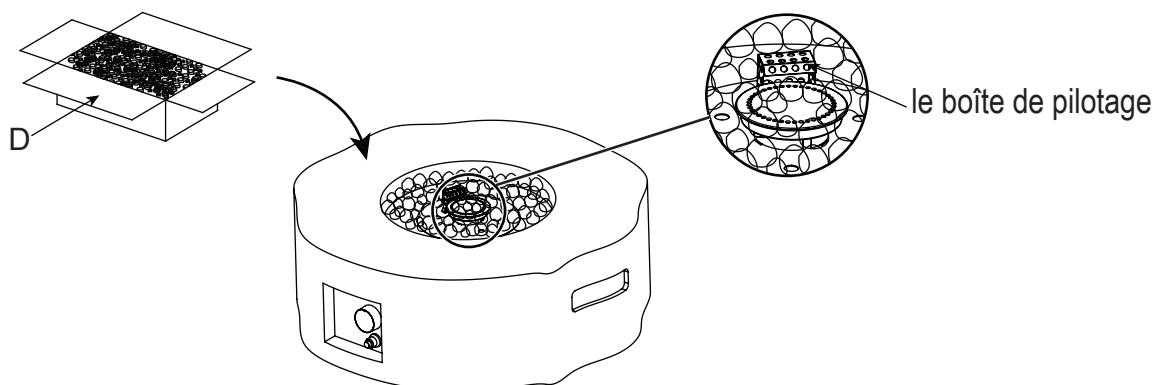

Figure 2
- Ouvrez la boîte de pierres de lave et placez les pierres de lave (D) dans le foyer (A) (voir la figure 2). Un foyer à gaz nécessite 4,18 lbs de pierres de lave.